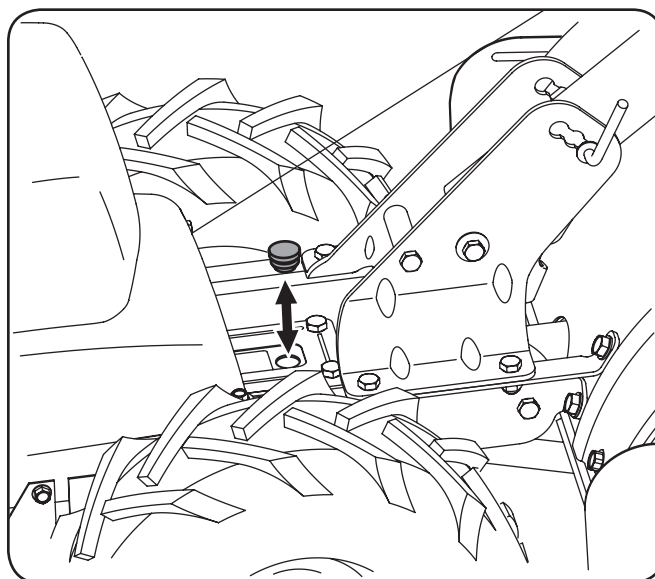

Figura 6-1
3. Extraiga el tapón de llenado de aceite del alojamiento de la transmisión y mire en el interior del orificio de llenado de aceite para ubicar el eje del accionamiento principal que está ubicado debajo del orificio. Consulte la Figura 6-1.